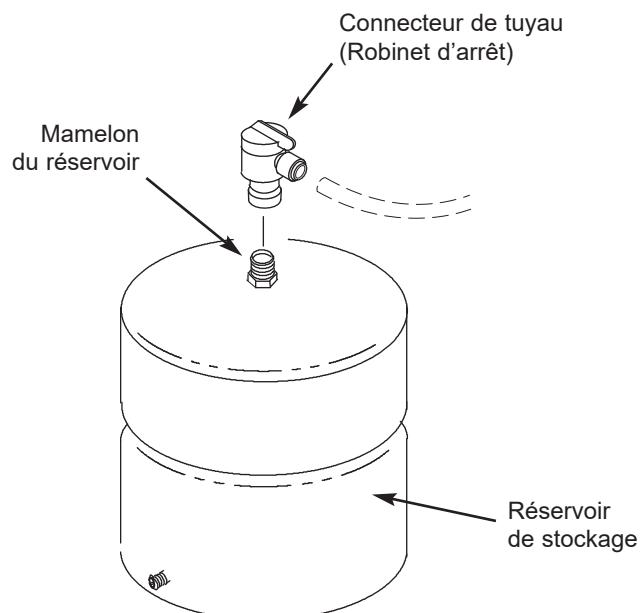

FIG. 13
1. Appliquez du ruban pour joints filetés (deux tours dans le sens des aiguilles d'une montre) sur les filets mamelon situé sur le dessus du réservoir. Voir la figure 13.
2. Repérez le connecteur du tuyau. Voir la figure 13. Fixez le connecteur du tuyau au mamelon du réservoir en le serrant 7 à 8 tours. Prenez soin de ne pas fausser le filetage et de ne pas trop serrer.